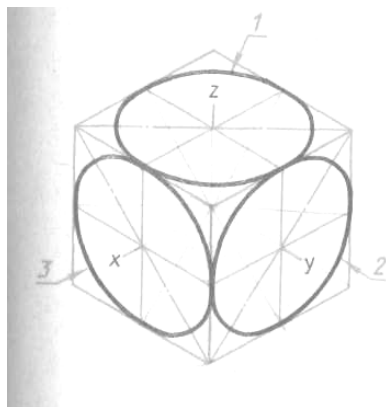

Рис. 5.1
**Изометрические проекции окружностей.** Изометрической проекцией окружности является кривая, которая называется *эллипсом*. Вместо них часто строят овалы. *Овал* — замкнутая кривая, очерченная дугами окружностей. Овал удобно строить, вписывая в ромб, который является изометрической проекцией квадрата (рис. 5.1).